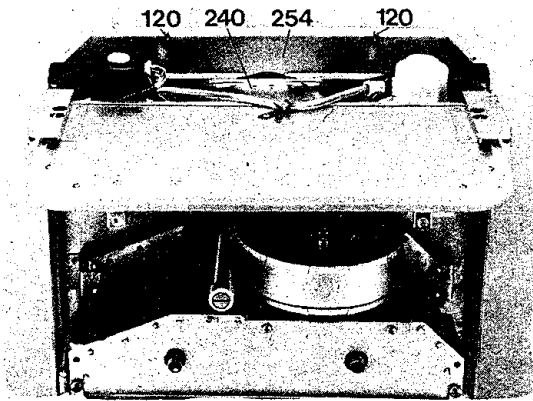

Bild 16
Einsetzen und Befestigen des Abgaskastens (240). Auf dem Abgaskasten sind die Gerätebefestigungsbolzen (253) zu erkennen. Aufhängen und Anschließen des Gerätes s. Bild 16 bis 18.